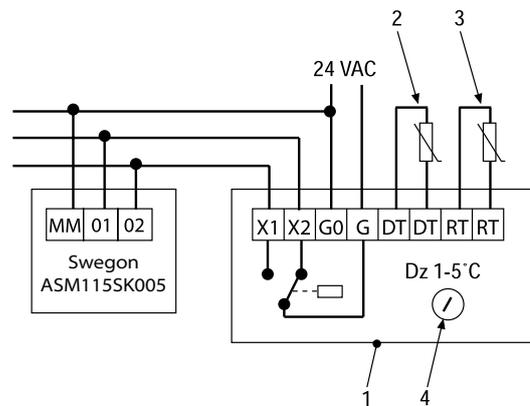

Figure 5. Le schéma de câblage illustre les connexions avec le moteur de registre Sauter au niveau du diffuseur d'air introduit.
- Légende de la figure 5.
- 2 = Sonde de température de gaine (DT)
- 3 = Sonde de température ambiante (RT)